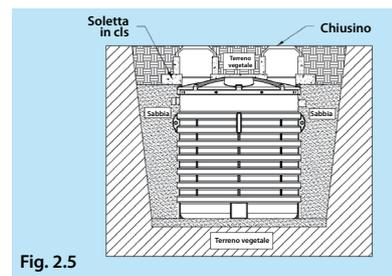

Fig. 2.5
**Fig. 2.5** - L'installazione di pozzetti o chiusini di **peso superiore ai 50 kg** dovrà avvenire solo in maniera solidale con la **soletta in calcestruzzo autoportante** realizzata per consentire una distribuzione uniforme del carico sulla cisterna. Evitare di realizzare parti in muratura che pregiudichino la manutenzione o l'eventuale sostituzione del serbatoio stesso.